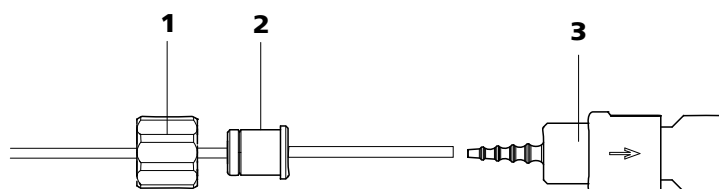

Figure 32 Installer une connexion pour tuyau de pompe avec filtre
- **Cas A:** une connexion pour tuyau de pompe **avec filtre** 6.2744.180 (voir Figure 32, page 59) ou